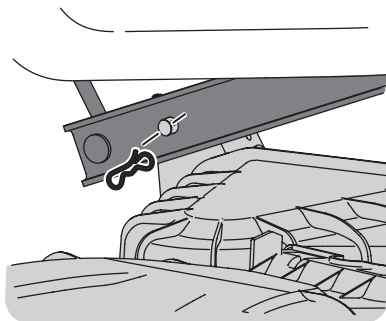

Figure 41
- Placez-vous sur le côté gauche du plateau de coupe pour trouver la goupille située à l'arrière gauche (Figure 41).
- Retirez la goupille et faites sortir la goupille du bras de relevage (Figure 41).